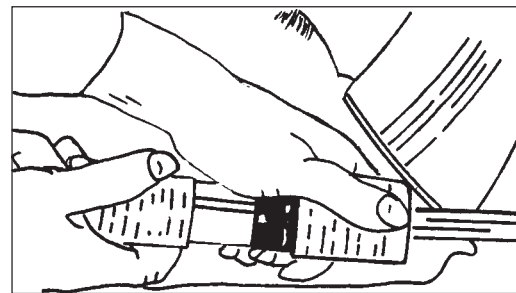

Figura 3
2. Asegúrese de que el interruptor de control esté ajustado en "OFF" (Apagado). Para la posición "OFF" (Apagado), el interruptor se mueve hacia el lado del operador. Vea la marca en el interruptor. Conecte el cable de alimentación al cable eléctrico del motor. (Figura 3)